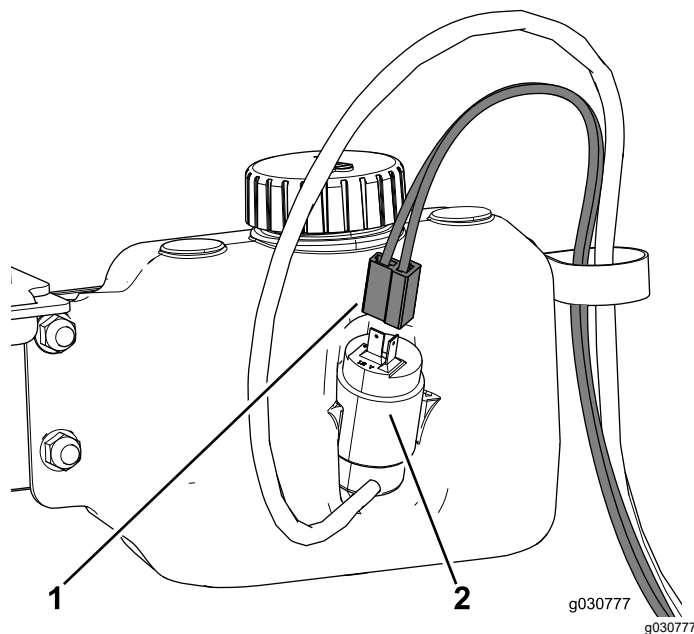

Figure 52
4. Faites passer le faisceau de câblage du réservoir de lave-glace dans le collier en R et branchez-le au réservoir (Figure 52).